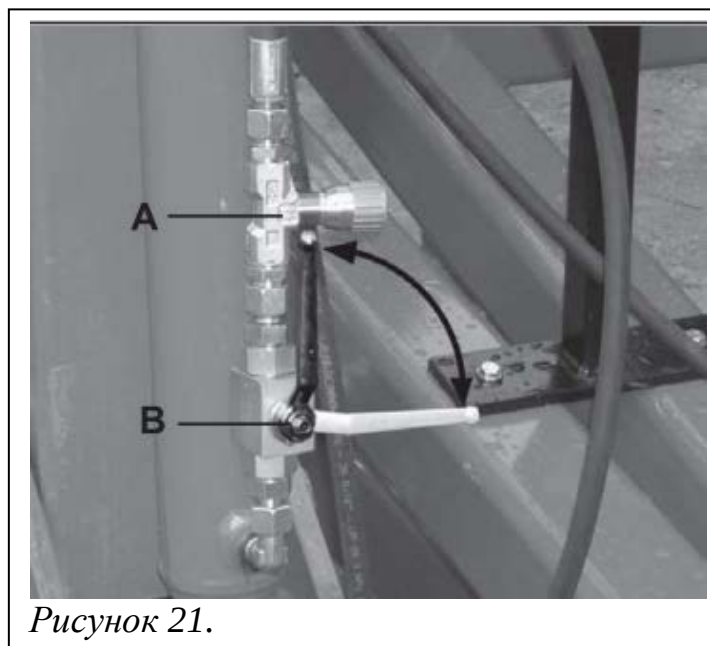

Рисунок 21.
Маркеры складываются и раскладываются гидравлически. Маневры должны выполняться медленно. Необходимо ограничить расход масла, используя ограничители расхода (A) (рис. 21), расположенные на гидроцилиндре маркеров.
Гидравлическая система маркера оснащена кранами (B) (рис. 21) для закрытия подачи масла в цилиндры.